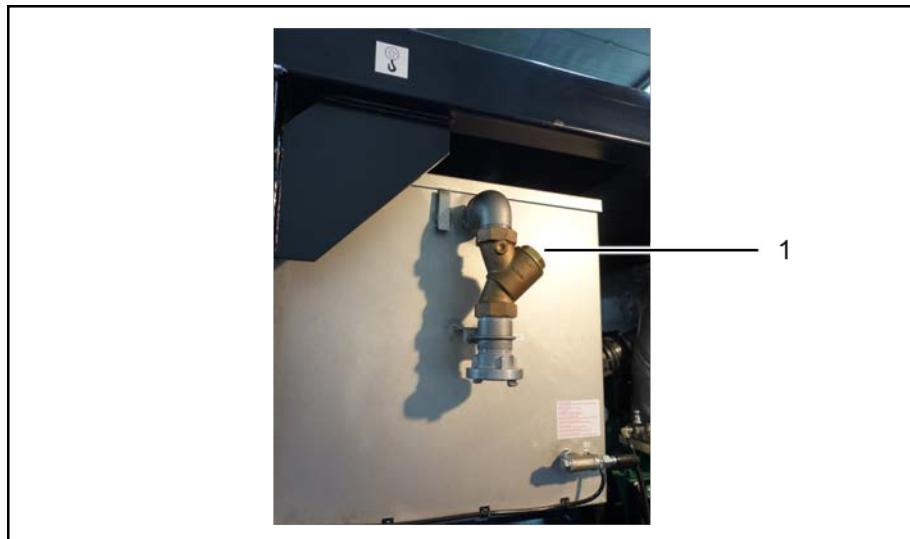

Рис. 20: фильтр грубой очистки резервуара подачи воды
1. Отвинтите резьбовую пробку (Рис. 20: поз. 1).